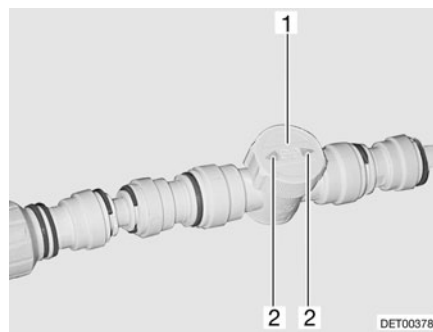

Fig. 127 Regulador del calentamiento del piso/calentamiento para depósito de aguas residuales
- Ajustar el regulador (Fig. 127,1) en el rendimiento de paso deseado (paso máx. = flechas (Fig. 127,2) en la misma dirección que la tubería).
- Girar el regulador (Fig. 127,1) de tal manera que las flechas (Fig. 127,2) queden en posición transversal a la tubería de calefacción.